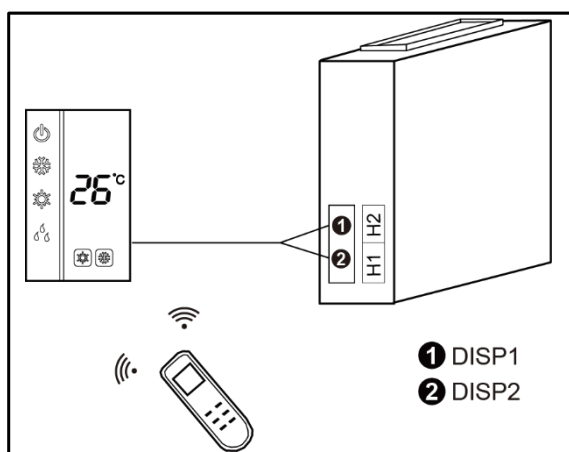

Fig. 5.4.2
- 2) La Fig. 5.4.2 muestra la instalación del mando a distancia.